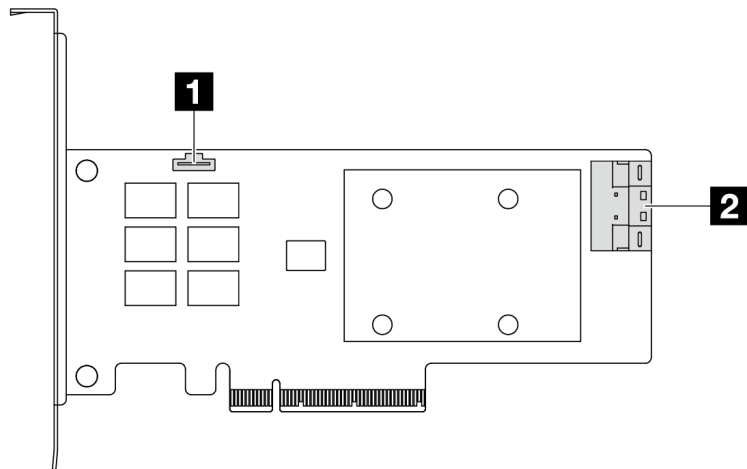

図 318. A Gen 4 8i SFF RAID/HBA アダプター (1 ポート・コネクタ)
- 358 ページの 図 318 「Gen 4 8i SFF RAID アダプター (1 ポート・コネクタ)」